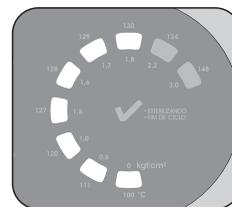

Fig. 6
Após o desbloqueio do equipamento, os 7 primeiros LEDs da barra indicativa de temperatura/pressão permanecerão acesos (Fig. 6), indicando a necessidade de executar o Ajuste de Altitude, que é o primeiro ciclo da autoclave. Realize este procedimento com a autoclave vazia, **sem materiais**, seguindo as instruções abaixo:
- 2▶Durante o aquecimento, o LED **Aquecendo/Secando** se acenderá e os 7 LEDs piscarão (fig. 6). Todo o processo será realizado automaticamente, com uma duração de aproximadamente 15 minutos. Ao fim do procedimento, se acenderá o LED , indicando que o Ajuste de Altitude foi realizado com sucesso. Pressione a tecla  para voltar ao modo inicial. Abra a porta da autoclave e aguarde o resfriamento da câmara (vaso de pressão) para utilizá-la novamente (aproximadamente 15 minutos).